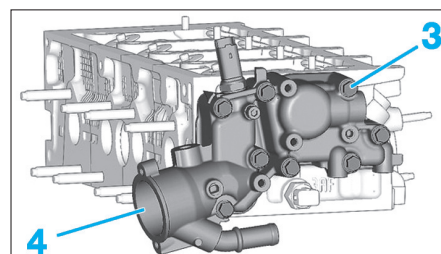

Fig. 33
- les vis (3) du boîtier thermostatique (Fig.33),
- le boîtier thermostatique (4),